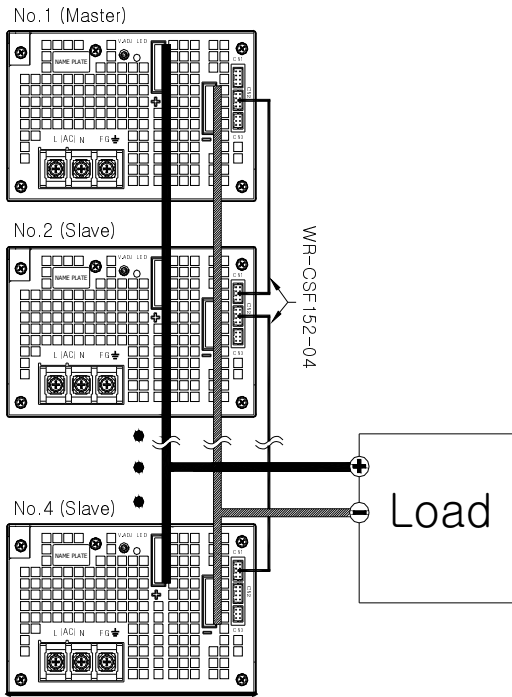
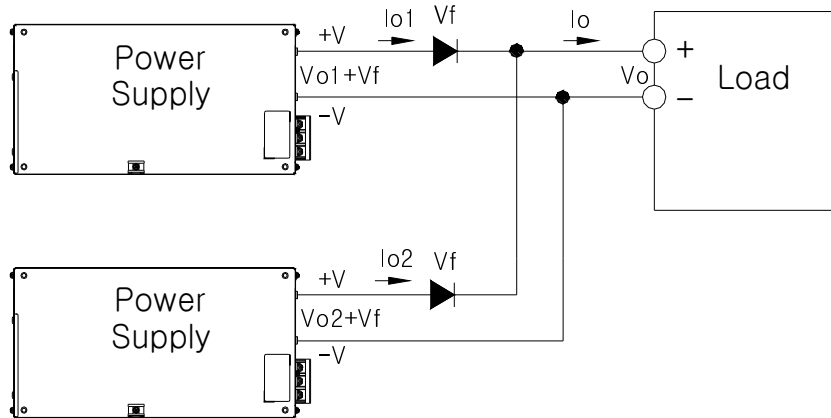

Fig. 10 병렬 운전 방법 A
Fig. 12 병렬 운전 방법 C
- 병렬 운전은 같은 제품으로 구성해야 하며 Fig.10, Fig.11, Fig.12와 같이 결선하여 사용합니다.
- 병렬운전 방법 A, B (Fig.10, Fig.11)와 같이 결선하여 사용할 경우 병렬 연결 수량에 따라 출력 전류 증가가 가능하며 병렬 연결된 SMPS간 Current balancing이 가능합니다.
o 백업용으로 사용 시 병렬 운전 방법 C (Fig.12)와 같이 결선하여 사용합니다.
※ Fig.12 Blocking용 Diode 선정 시 Diode 용량은 SMPS 정격 출력 전압 과 출력 전류 이상의 값을 사용해야 하며 Diode 발열에 대하여 방열 대책이 필요합니다.